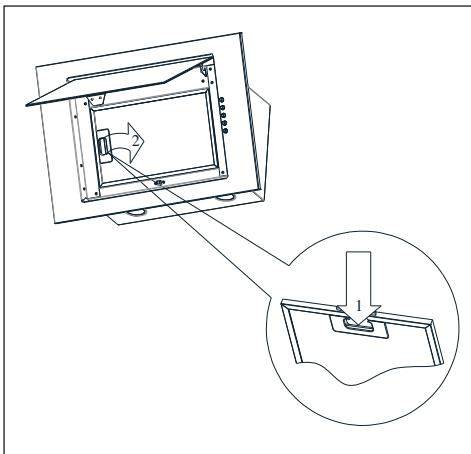

Abb. 7 Entfernen des Aluminiumfilters
4. Öffnen Sie die Haubenklappe und entfernen Sie den Fettfilter (Abb. 7).
Die Haube ist mit einem Aluminiumfilter ausgestattet, der die beim Kochen entstehenden Fettpartikel zurückhält. Um den Filter zu entfernen, bewegen Sie die Klammmern in Pfeilrichtung (Abb.7). Der Filter sollte von Hand - und zwar durch Eintauchen ins Wasser mit Spülmittel für ca. 15 Minuten bei einer Temperatur von 40 - 50°C - gereinigt werden. Waschen und spülen Sie den Filter nach 15 Minuten gründlich. Vor dem Wiedereinsetzen muss der Filter vollständig trocken sein. Der Filter kann auch in der Geschirrspülmaschine gereinigt werden. Durch das Waschen kann sich die Filterfarbe ändern, was die Filtereigenschaften nicht beeinflusst.